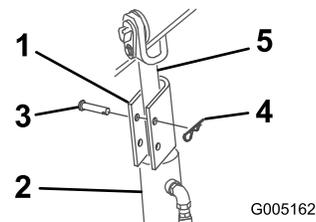

Рисунок 25
- Опустите замок гидроцилиндра на шток каждого гидроцилиндра подъемного устройства (Рисунок 25).
5. Закрепите каждый замок гидроцилиндра при помощи шплинтуемого штифта и шплинта (Рисунок 25).